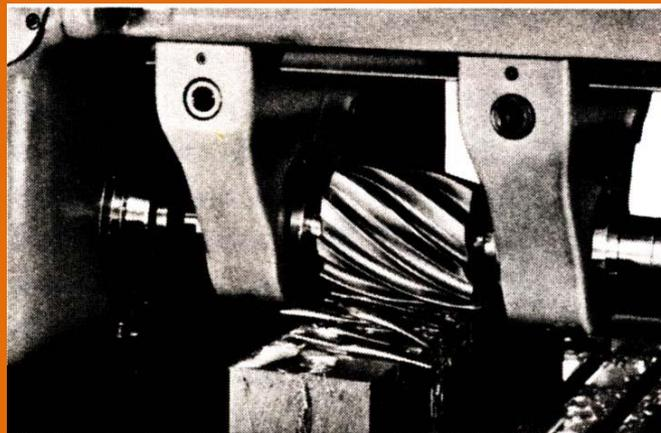

Figura 1: Trabajo con fresa cilíndrica
- En el fresado cilíndrico el eje de la fresa se mueve transversalmente a la superficie que se trabaja de la pieza (Figura 1).